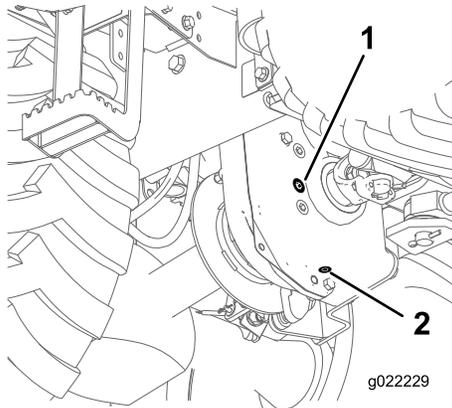

Figure 33
- Nettoyez la surface autour du bouchon de remplissage avec un solvant de nettoyage (Figure 33).